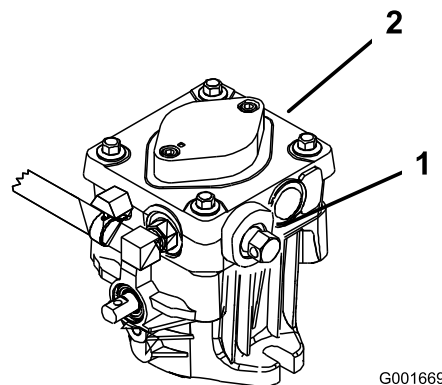

Figura 27
2. Gire las válvulas de desvío una vuelta en el sentido contrario a las agujas del reloj para empujar la máquina. Esto permite que el aceite hidráulico se desvíe alrededor de la bomba, dejando que las ruedas giren (Figura 27).
Gire las válvulas de desvío una vuelta en el sentido de las agujas del reloj para conducir la máquina (Figura 27).